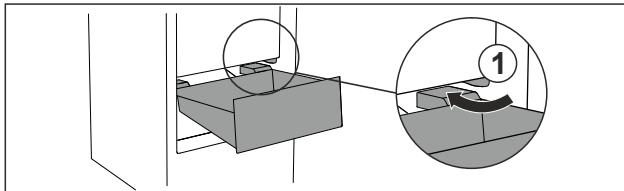

Fig. 87
- Обвести висувний ящик навколо стопора Fig. 87 (1).